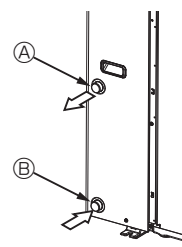

Fig. 4-1
4.1. Anslutning av vattenrör (Fig. 4-1)
- Utlopps- och inloppsrörens placering visas i Fig. 4-1.
[Fig. 4-1]